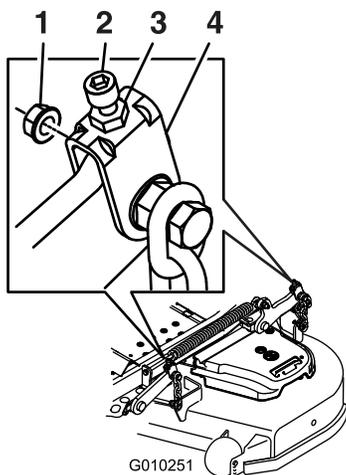

Figura 89
10. Si es necesario, afloje la tuerca "whizlock" del lateral de la horquilla y la contratuerca de la parte superior (Figura 89).
17. Gire el tornillo de ajuste hasta obtener una altura de 8.3 cm (3-1/4 pulg) (Figura 89).